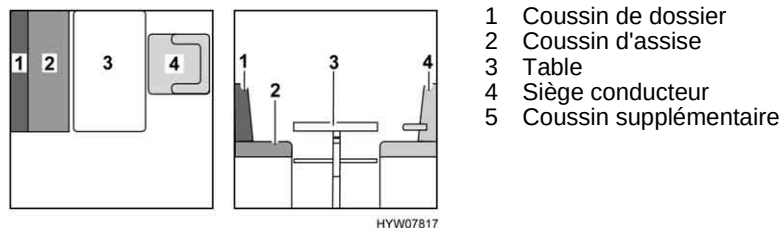

Fig. 111 Avant la transformation
- Tourner le siège conducteur (Fig. 111,4) et le pousser complètement vers l'avant.
- Convertir la table (Fig. 111,3) en sommier de lit (voir paragraphe 6.10).